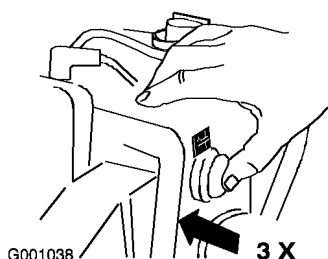

Figure 23
6. Appuyez fermement à 3 reprises sur l'amorceur avec le pouce, en marquant une pause d'une seconde chaque fois (Figure 23).